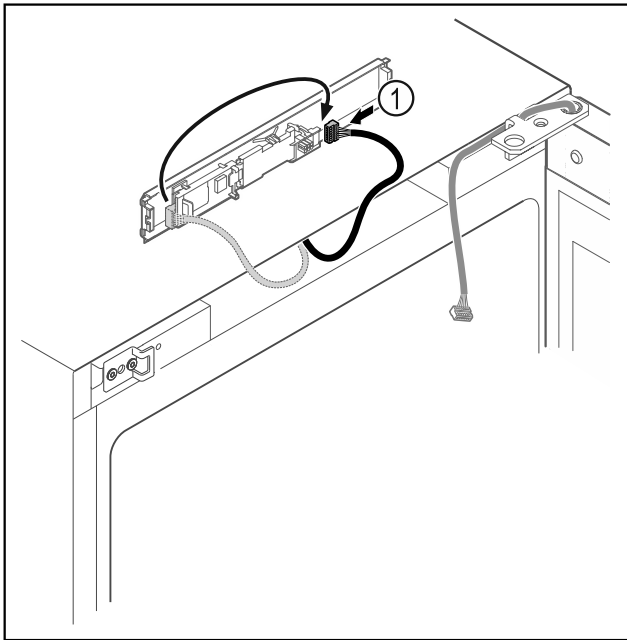

Fig. 11
- Scambiare la posizione del connettore Fig. 11 (1) sulla scheda.